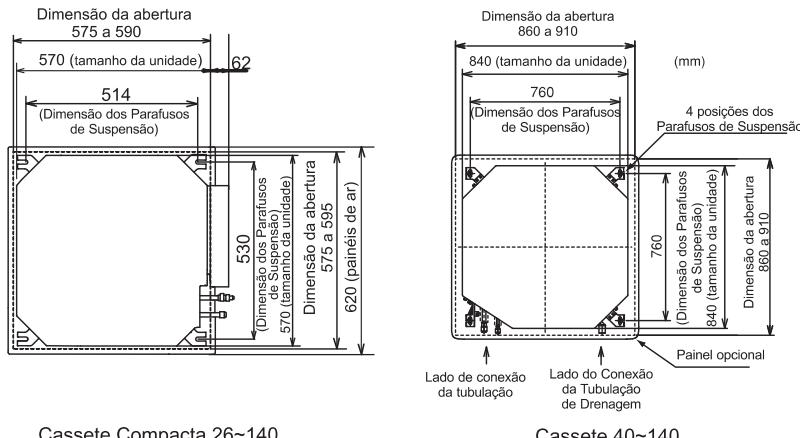

Fig 3.3 Abertura de Teto Falso e Parafusos de Suspensão
- (1) Determine a localização final e a direção de instalação da unidade interior, prestando muita atenção ao espaço para a tubagem, fiação e manutenção.
- (2) Corte a área da unidade interna no teto falso e instale os parafusos de suspensão, como mostrado na Fig.3.3.